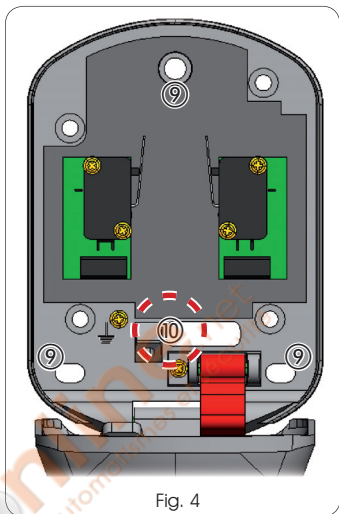

Fig. 4
3. Utilizzare lo stesso XK 21 per segnare i riferimenti a parete dei fori da effettuare come indicato in Fig.4 rif 9);
**ATTENZIONE: Accertarsi che il foro di passaggio dei cavi elettrici e del cavo di sblocco sia di diametro non inferiore a 20 mm e che risulti posizionato come indicato in Fig.4 rif 10)**
- Use XK 21 to mark the on-wall references of the holes, as shown in Fig.4 ref. ⑨;
**IMPORTANT:** Make sure that the hole for routing the electric cables and the release cable, has a diameter of not less than 20 mm and is positioned as shown in Fig. 4 ref. ⑩